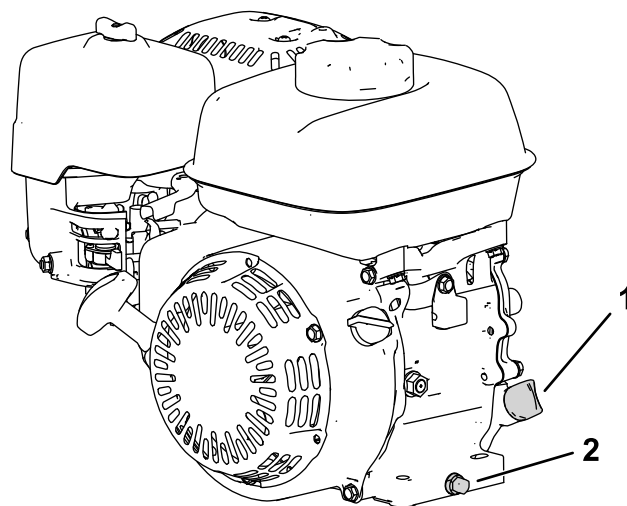

Рисунок 29
2. Разместите машину таким образом, чтобы двигатель был расположен ровно и очистите пространство вокруг заливного патрубка для масла (Рисунок 29).
3. Снимите пробку сливного отверстия, шайбу и масломерный щуп (Рисунок 29).